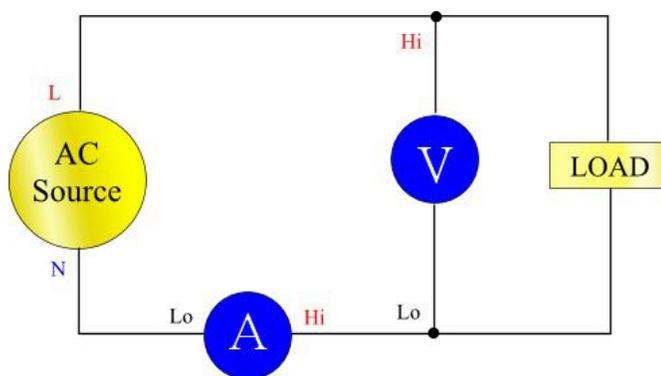

図 5: PA1000 型の代表的な入力接続
1. 入力バナナ・ジャック — 操作の安全のために、機器に付属しているテスト・リード・セットのみを使用してください。パワー・アナライザの一般的な接続方法の説明は、このセクションの後半にあります (8 ページの 図 5 参照)。